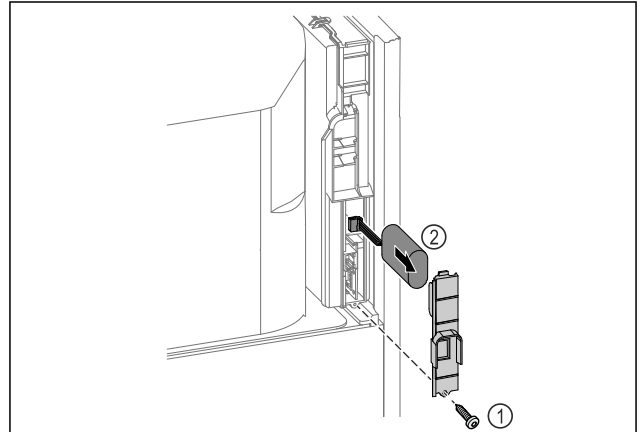

Fig. 222
- ▶ Schraube herausdrehen und Abdeckung auf der Rückseite des Gerätes entfernen Fig. 222 (1).
- ▶ Batterie abstecken und herausnehmen Fig. 222 (2).